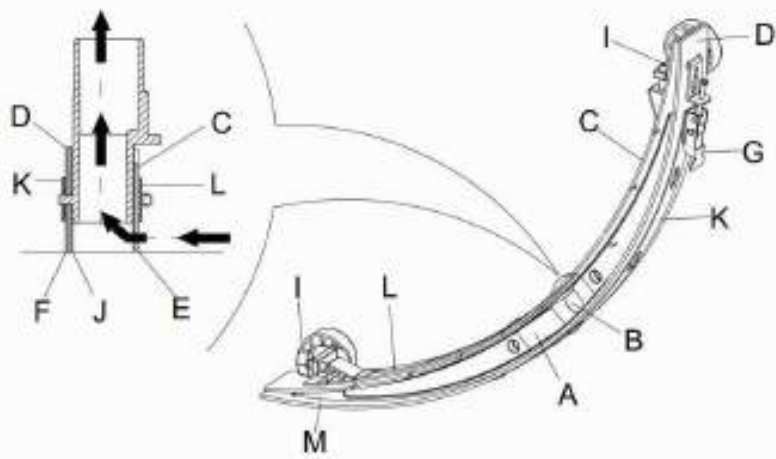

Рисунок 10
2. Нажмите кнопку включения питания (38) и установите позицию “O”, для отключения устройства.
3. Отвинтите фиксированной ручкой (16) щетки; снимите разъем подключения трубки Восстановительного Вакуума и снимите щетку.
4. Используйте ручку для подъема швабры (14).
5. Очистите щетку (**Рисунок 10**). Очистите пазы (**A**, **Рисунок 10**) и остатки грязи с вакуумной трубки. Убедитесь, что переднее лезвие швабры (C) и заднее лезвие швабры (D) целы, и проверьте на наличие сколов и трещин. При необходимости измените их (см. шаги в следующем разделе).
1. После методов, показанных в предыдущем разделе, очистите щетку (**Рисунок 10**)
2. Проверьте края (**E**, **Рисунок 10**) лезвие передней щетки (F) и части лезвий задней щетки (D). Они должны быть на примерно одинаковом уровне по всей длине. В противном случае, отрегулируйте их длину посредством следующей процедуры:
- Ослабьте зажим (G), чтобы задняя щетка (D) отделилась от кронштейна (M) для регулировки положения щетки. После регулировки вновь зафиксируйте зажим.
- Ослабьте винт на ручке (I) для регулировки передних лезвий швабры (C); после регулировки затяните винт вновь.
3. Проверьте, если переднее лезвие щетки (C) и заднее лезвие щетки (D) на предмет наличия сколов и трещин. При необходимости, измените их в соответствии со следующими способами. Проверьте передний край задней щетки (J) на изношенность. Если он изношен, его можно установить задним краем, т.е наоборот (если он не поврежден). Если задний край также изношен, измените его, следуя приведенному ниже:
- Ослабьте зажим (G), чтобы лезвие отделилось от кронштейна (M), снять зажим (K), а затем измените или переверните лезвие (D) наоборот. Установите на задней щетке в обратном порядке.
- Ослабьте винт на ручке (I) и снимите передний зажим (L), а затем замените переднюю щетку(C).